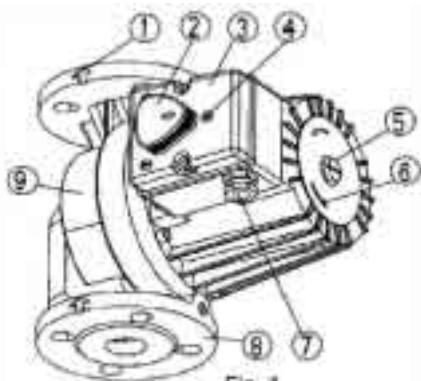
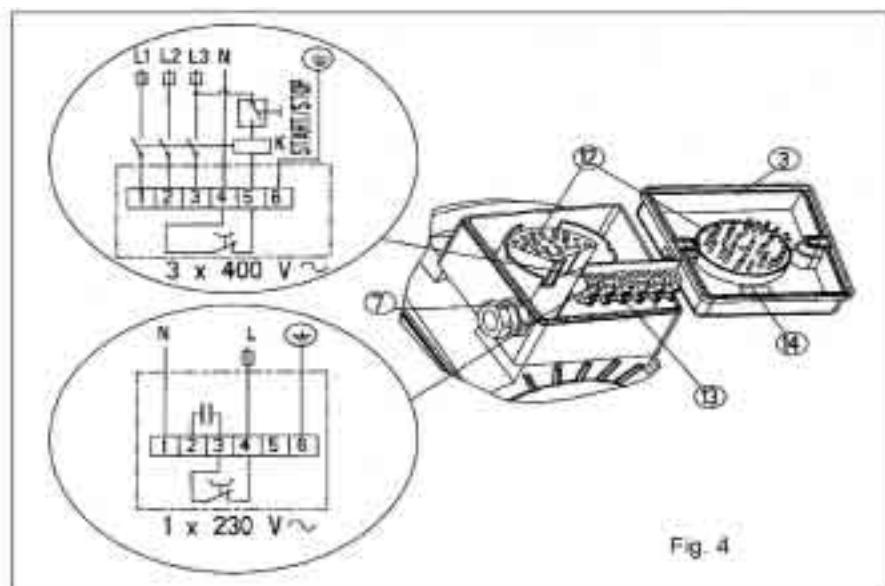

Fig. 1
Fig. 4
Насос устанавливается непосредственно в трубопровод, таким образом, что ось насоса 1-1 расположена горизонтально (Рис. 3). Установка производится на ровном участке трубопровода с минимальной длинной 5-10 D (D = номинальный диаметр трубы насоса) от колена. Это обеспечивает работу с наименьшими вибрациями и шумом. Направление тока воды через насос должно соответствовать направлению, указанному стрелкой на корпусе насоса (Рис. 1 – Пункт. 1).
Стыковочный фланец NP 6/10 (Рис. 1 – Пункт. 8).
NC и NCM насосы имеют одинарный гидравлический корпус (Рис. 1 – Пункт 9).
Соединительный проводник подключается через кабельный вход Pg 16 (Рис. 4 – Пункт 7), и должен быть «Т» версии из-за согревания насоса, которое большее чем 50 К.
Электрическое соединение насосов должно быть осуществлено по схеме связи (Рис.4 – Пункт 14), которая наклеена на крышке мотора (Рис.4 – Пункт 3) до соединительных зажимов (Рис.4 – Пункт 13). На Рис.4 – Пункт 12 обозначены мужской и женский дел коннектора, которые при работе мотора соединены.
Каждый насос может покрывать три гидравлические области, поэтому такие насосы имеют встроенные электромоторы с тремя различными скоростями оборотов. Желаемая характеристика или скорость (3, 2, 1) выбирается с использованием переключателя (Рис.1 – Пункт 4) коннектора со стрелкой (Рис. 1 – Пункт 2).
- Вытянуть переключатель трехпозиционного коннектора (Рис.1 – Пункт 2) на крышке электромотора (Рис.1 – Пункт 3), повернуть его на желаемую скорость (1, 2, 3) и утопить до фиксации.
В насосах типа NC, NCD (NCM, NCDM) ротор электрического мотора находится в воде на подшипниках, смазываемых водой. Перед началом работы насос надо наполнить водой и продуть (удалить возможный воздух). Насос продувается путем отворачивания винта на тыльной стороне электромотора (Рис. 1 – Пункт 5). Через щель между валом мотора и подшипником выходит воздух. Когда начнет течь вода, закрыть вентили на всасывающей и выходной стороне насоса. Насос включить и контролировать направление вращения вала. Вращение должно совпадать с обозначением на табличке электромотора. (Рис. 1 – Пункт 6). Если направление вращения ошибочно, то при трехфазных насосах надо между собой поменять фазы L1 и L2 (Рис. 4). Для однофазных моторов направление вращения всегда правильно. Когда вал мотора вращается правильно, закрутить винт (Рис. 1 – Пункт 5), и открыть вентили на выходной и входной стороне насоса.